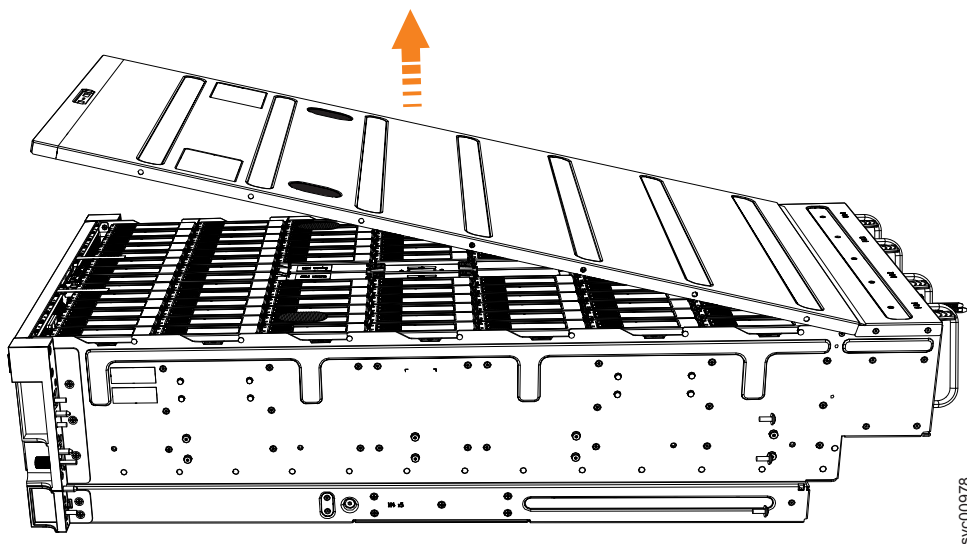

図 31. 2077-92F カバーの取り外し
4. 56 ページの図 31 に示すように、カバーを慎重に持ち上げます。